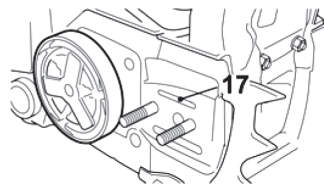

Fig. 45
- > Examinez le trou du réservoir d'huile [17]; s'il est bouché, nettoyez-le afin d'assurer un graissage correct de la chaîne et du guide-chaîne lorsque l'appareil fonctionne. Utilisez pour cela un fil de fer mou assez fin pour être introduit dans le trou de vidange d'huile (Fig. 45).